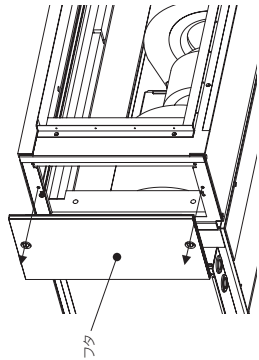

図7
(1) フィルターボックスのフタを開けているネジ(2本)を外します。(図7)